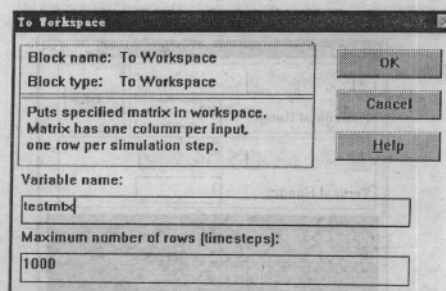
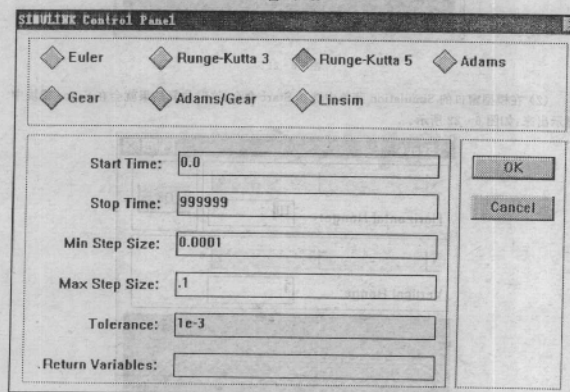

图 6-19
图 6-20
(2) 打开 To Workspace 模块, 把参数 Variable name 设为 testmtx(可以是其它的 MATLAB 的变量名), 这个变量用来保存仿真输出的结果。然后把参数 Maximum number of rows 设为需要的值, 具体结果如图 6-19 所示。
(3) 设置 Signal Generator 模块中的参数, 方法同上。由于 Signal Generator 模块的默认输出幅值为 1 的正弦波, 本例又只是一个示例, 所以也就没有必要改变其值。因此, 对该模块也就不做改变。
(4) 在模型窗口的 Simulation 菜单中选择 Parameters 命令, 于是出现如图 6-20 所示的控制面板的对话框。
分别选择积分方法为 Runge-Kutta 5、Start Time 为 0、Stop Time 为 10 s、Min Step 为 0.000 1、Max Step 为 0.1、Tolerance 为 $1e-3$ 、Return Variable 为空, 然后用鼠标单击 OK 按钮, 控制面板对话框就如图 6-20 所示。